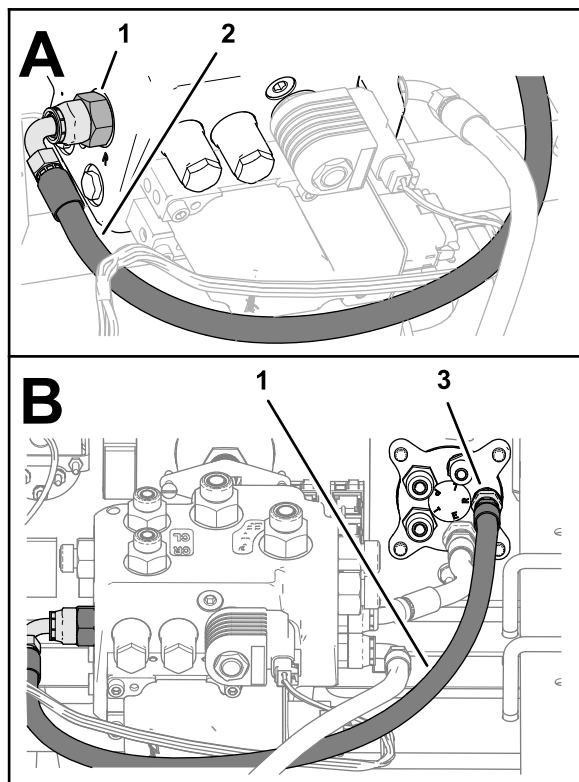

図 115
5. ホース 6 x 673 mm の エルボ継手をEHIステアリングバルブのポートR継手に取り付けます (図 115)。
6. ホース 6 x 673 mm のストレート継手をステアリングバルブのポートR継手に取り付け、両方のホース継手を締め付けます (図 115)。